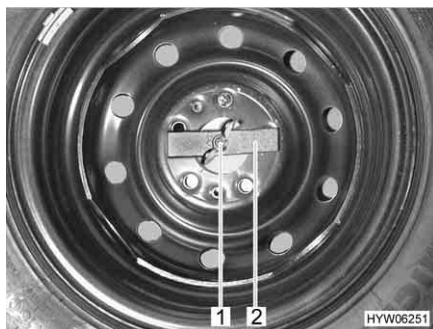

Fig. 183 Ruota di scorta nel gavone di coda
- Svitare manualmente il dado ad alette (Fig. 183,1) e rimuoverlo.
- Rimuovere la barretta di compressione (Fig. 183,2).